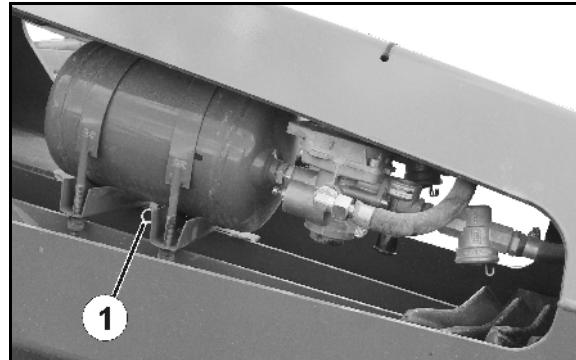

Fig. 72
1. Dreneringsventilen (Fig. 72/1) trekkes til siden ved hjelp av ringen til det ikke lenger renner vann ut av luftbeholderen.